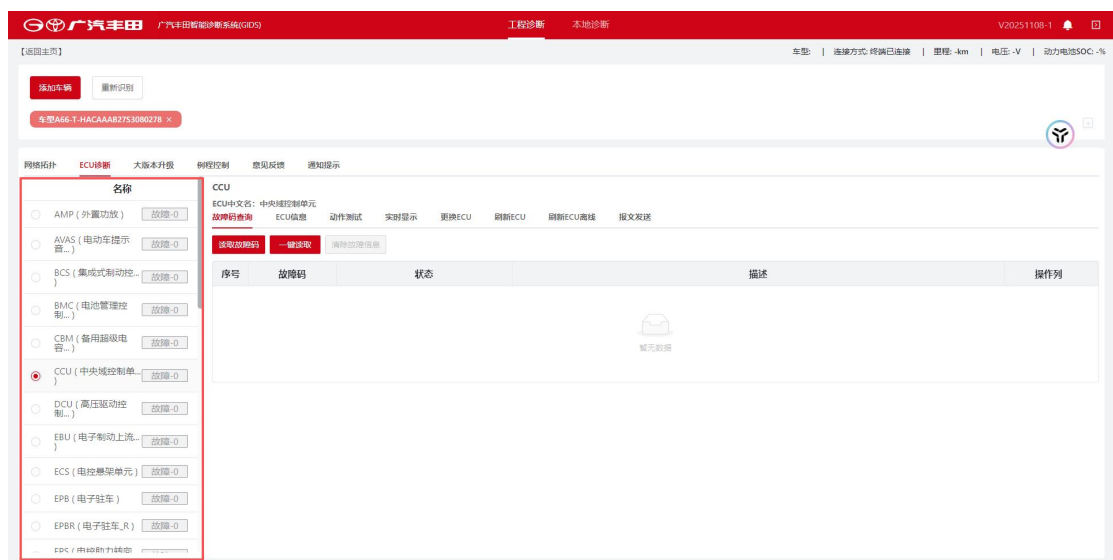
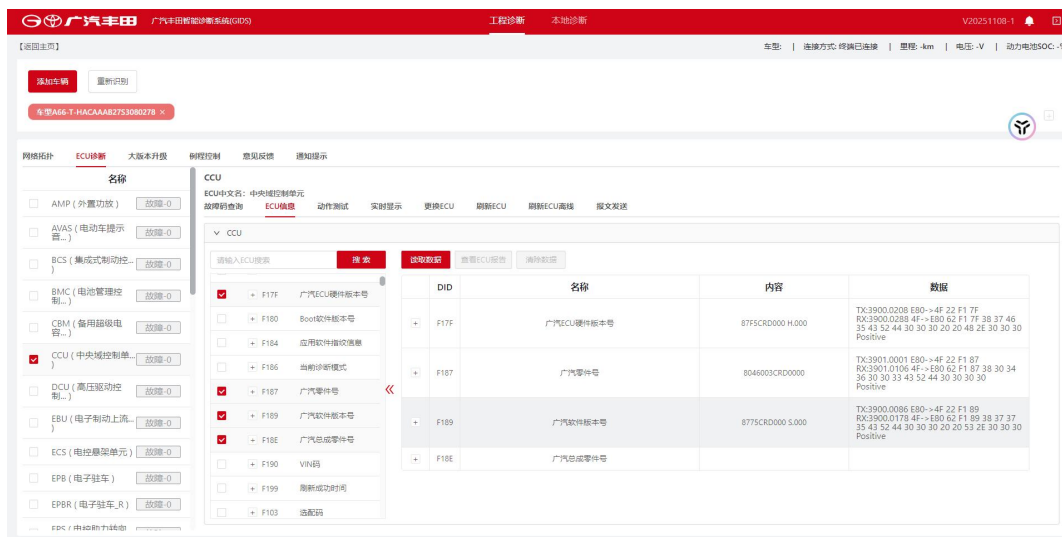
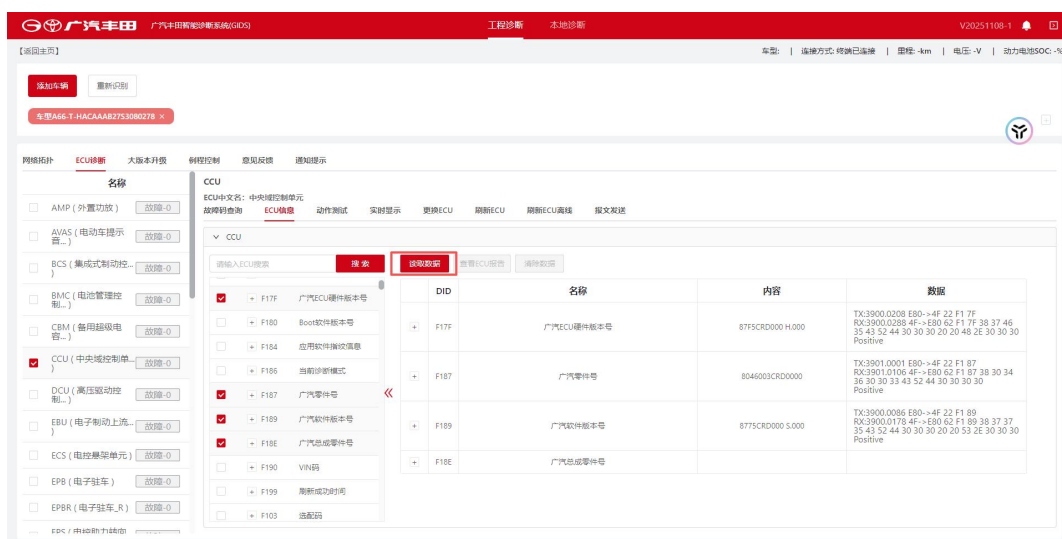
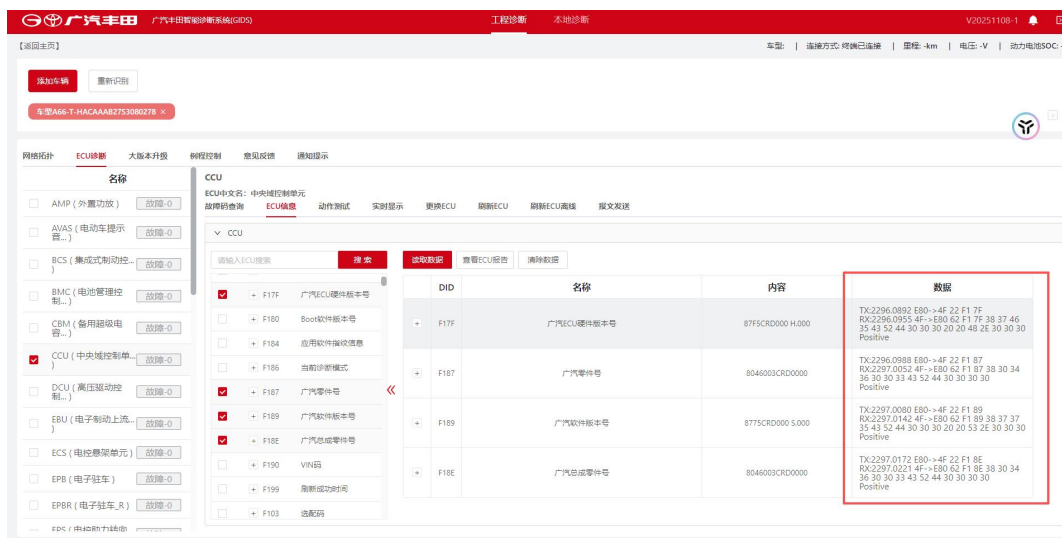

Рис. 5-6 Выбор ECU
Рис. 5-7 Выбор элементов данных
Рис. 5-8 Чтение данных
Рис. 5-9 Отображение содержимого
1. Как показано на Рис. 5-6 Выбор ECU и Рис. 5-7 Выбор элементов данных для чтения, затем нажмите «Чтение данных», как показано на Рис. 5-8 Чтение данных, и система считает и отобразит информацию данных ECU, как показано на Рис. 5-9 Отображение содержимого.